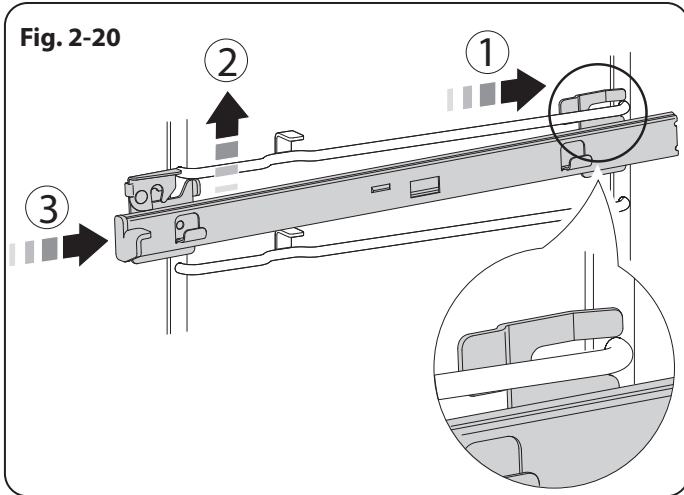

Fig. 2-20
- Le bras de glissière en position fermée, placez l'ouverture de la fente arrière supérieure sur le support latéral (**Fig. 2-20**). N'allez pas plus loin que l'ouverture à ce stade.
- Levez le devant du bras de glissière afin de placer la fente avant contre le support latéral (**Fig. 2-20**).
- Poussez le bras de glissière vers l'arrière du four. Le crochet à l'avant se lèvera et s'abaissera pour bien maintenir en place le bras de glissière (**Fig. 2-20**).